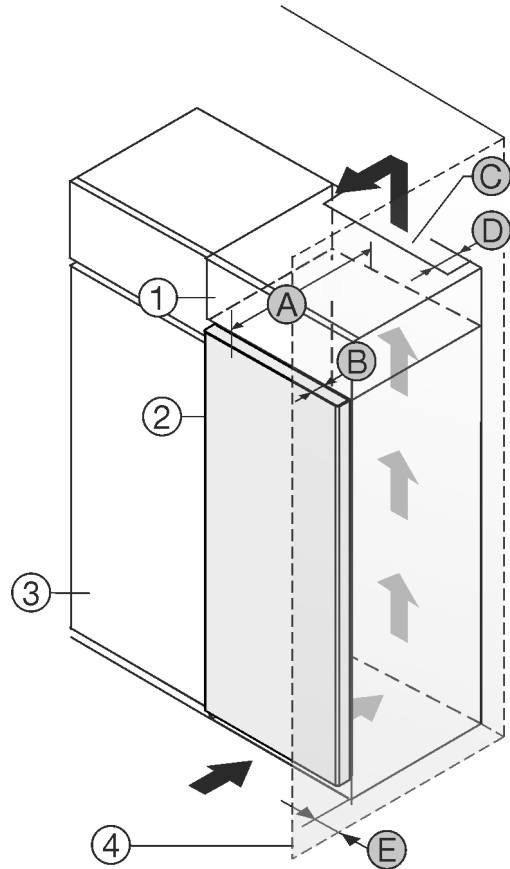

Fig. 1
Statykite prietaisą iš karto šalia virtuvės spintelės Fig. 1 (3). Galinėje uždedamos spintelės pusėje turi likti tarpas ventiliacijai, kurio gylis Fig. 1 (D) būtų per visą uždedamos spintelės plotį.
Po patalpos lubomis turi būti laikomasi vėdinimo angos skerspjūvio Fig. 1 (C).
Jei prietaisas su lankstais statomas greta sienos Fig. 1 (4), mažiausias atstumas tarp prietaiso ir sienos turi būti 13 mm.
Jei prietaisas su lankstais statomas greta sienos Fig. 1 (4), mažiausias atstumas tarp prietaiso ir sienos turi būti 20 mm.
Kad durys atsidarytų iki galo, palyginti su šaldytuvo priekiu, prietaisas turi išsikišti bent per savo durų gylį *Fig. 1 (B)*. Priklausomai nuo virtuvės spintelių *Fig. 1 (3)* gylio ir atstumų iki sienos nustatančių detalių naudojimo, prietaisas gali išsikišti daugiau.